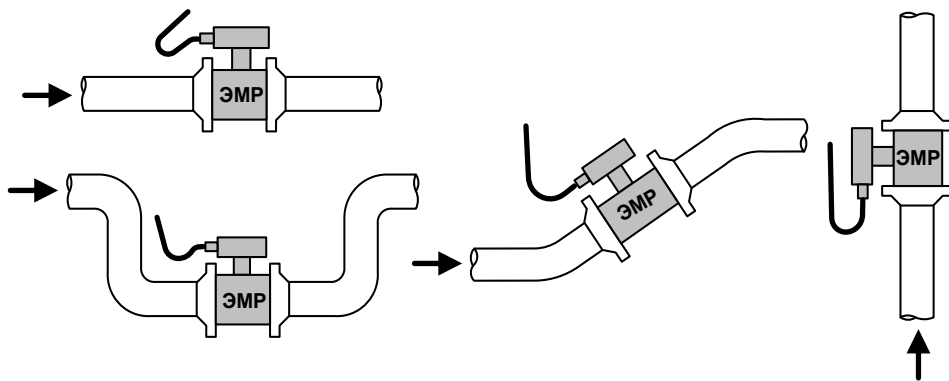

Рис.1. Рекомендуемые места установки ЭМР в трубопроводе.
3.2.1. ЭМР допускается монтировать в горизонтальный, наклонный или вертикальный трубопровод с восходящим потоком (рис.1). При этом должны выполняться следующие требования:
- 3.2.4. В случае невозможности установки расходомера в рекомендуемых местах (рис.1) допускается монтаж прибора в верхней точке трубопровода (рис.2а) или на нисходящем потоке напорных трубопроводов (рис.2б, 2в).